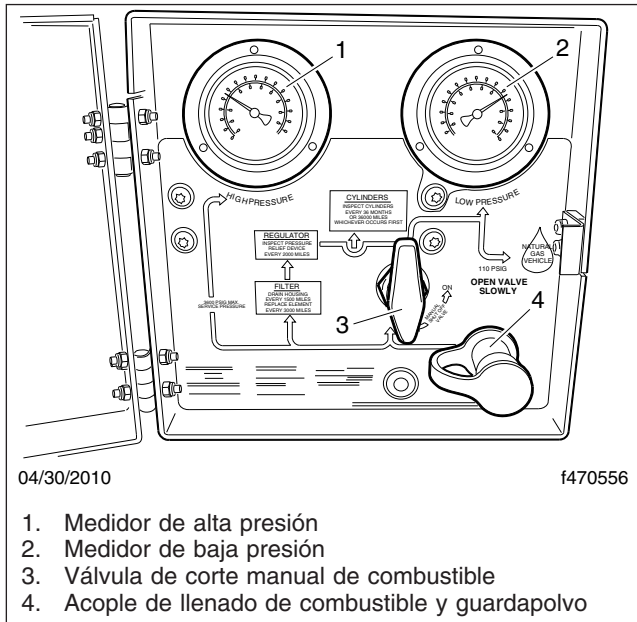
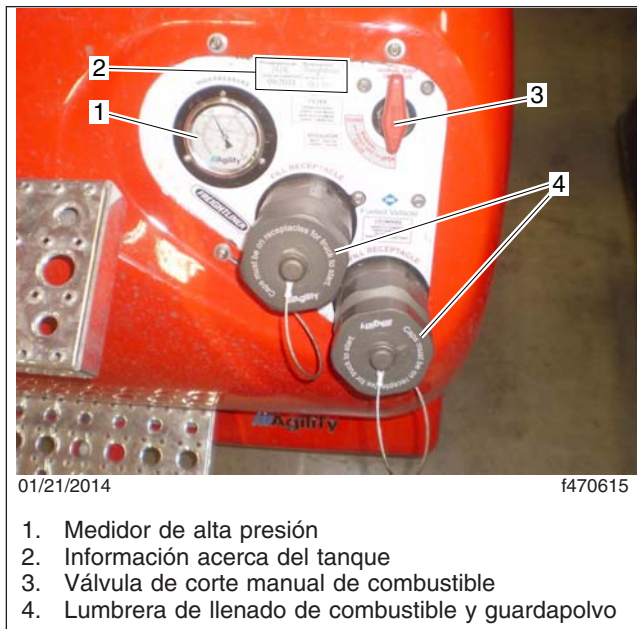

Figura 12, Panel de combustible GNC (caja de detrás de la cabina solamente)
Figura 13, Panel de combustible GNC (tanque montado en el larguero)
2. Revise el acople de llenado de combustible para ver si hay indicios de daños o fugas. Asegúrese de que el guardapolvo de la lumbrera y el anillo "O" de dentro de la lumbrera no falten y que estén en buenas condiciones. Vea la Figura 12 y la Figura 13.